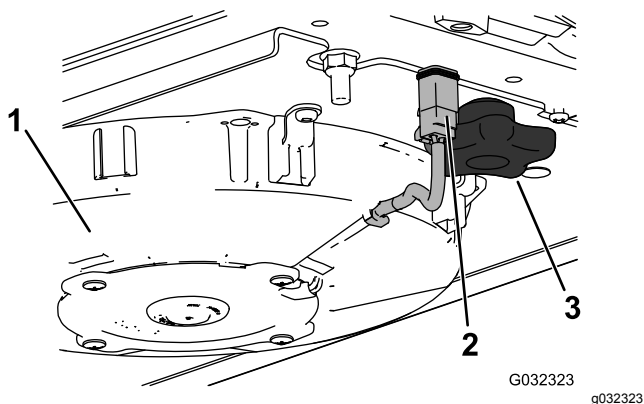
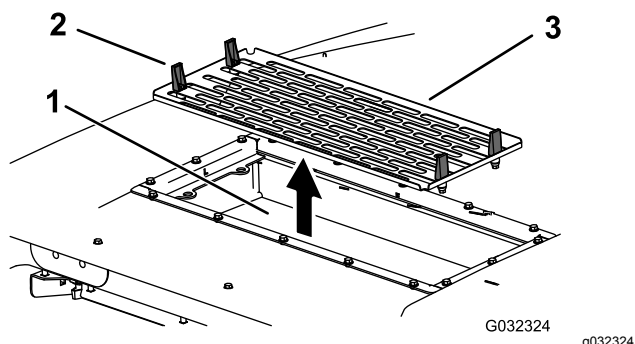

図 138
図 139
2. 各ファンの配線を外す 図 138。
4. エアコンアセンブリのラッチ4個を外してスクリーンを取り外す 図 139。
7. エアフィルタ、スクリーン、ファンアセンブリを取り付ける 図 136、図 138、図 139。
8. 各ファンの配線を元通りに接続する 図 138。